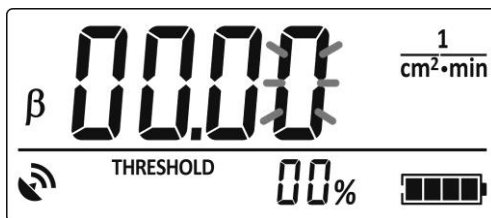

Рисунок 2.20 – РКІ дозиметра
2.3.6.6.3.2 Якщо утримувати THRESHOLD довше 4 с, то значення порогового рівня спрацьовування сигналізації обнулиться, а його молодший цифровий розряд почне мигати (рис. 2.20). Після цього THRESHOLD треба відпустити.